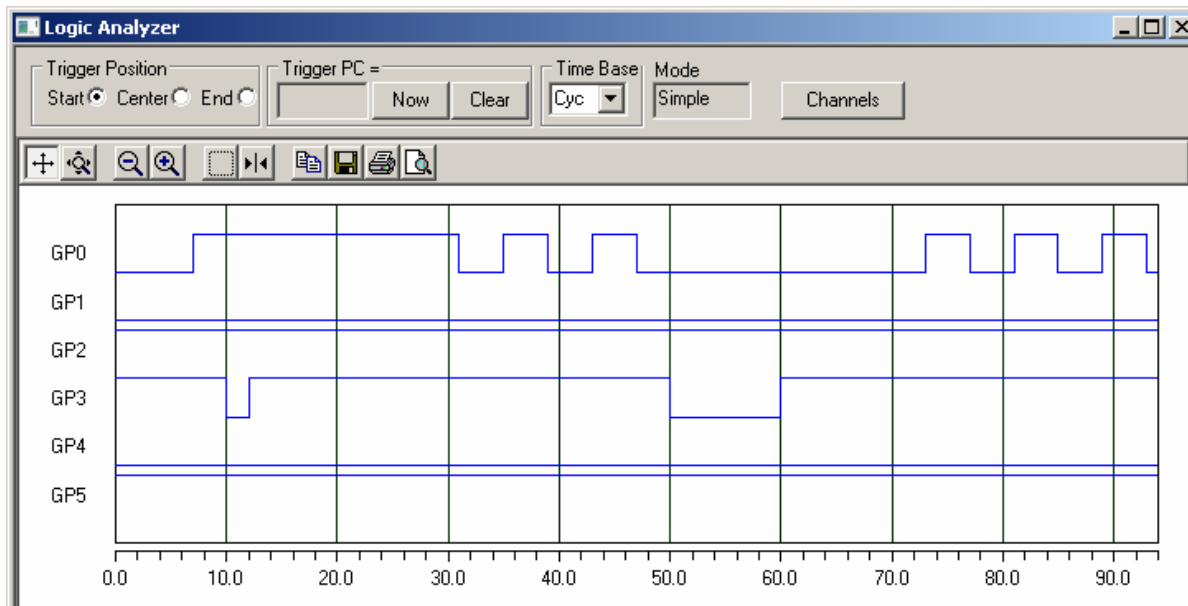

Рис. 37. Временные диаграммы портов контроллера при работе обработчика прерываний.
9. Запуская программу до точек останова и рассмотрите временные диаграммы (Рис. 37). Обратите внимание, что обработка первого прерывания началась после переключения GP3 - в момент выполнения команды